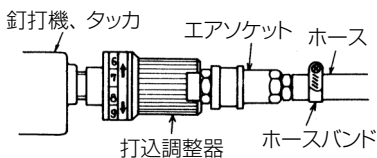

図 19
打込調整器（図 5 - ①）は、釘打機・タッカのハンドル部に取付け手元で簡単に打ち込み深さの調整をするものです。（図 19）